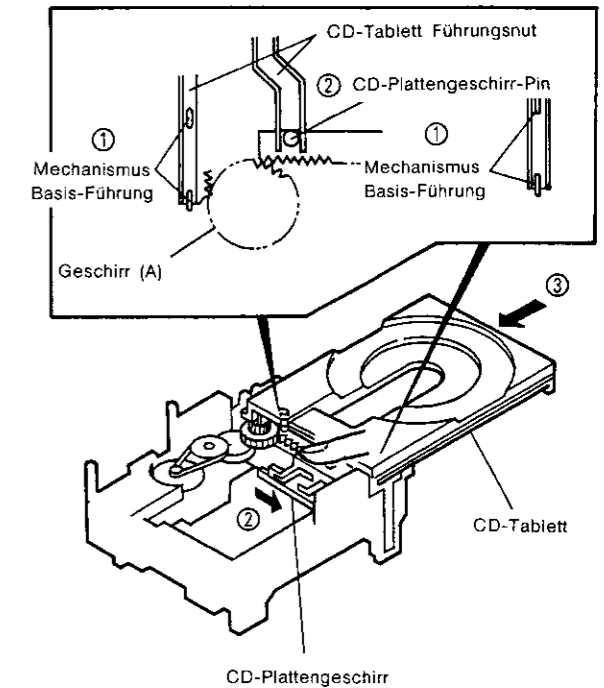

Abb. 4
2. Einbau des CD-Tabletts (Abb. 4)
- ① Legen Sie das CD-Tablett so ein, daß die Führungen in die Führungsnut auf jeder Seite des CD-Tabletts passen.
- ② Ziehen Sie das CD-Plattengeschirr in die Richtung des Pfeils so daß der Pin in dem CD-Plattengeschirr in der Führungsnut des CD-Tabletts liegt.
- ③ Legen Sie das CD-Tablett in der Richtung des Pfeils ein